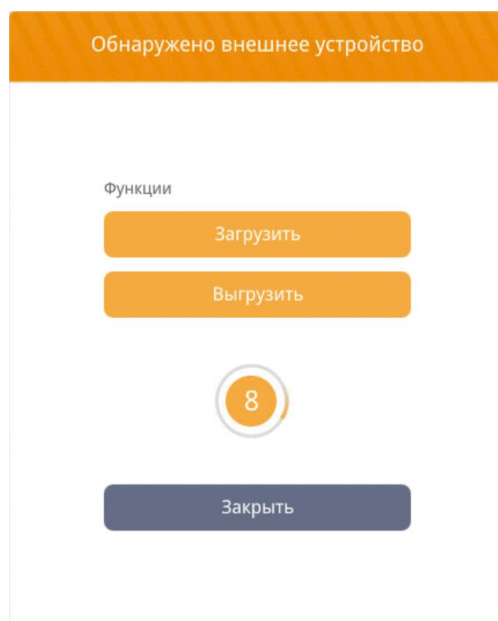

Рисунок 7.1 – Окно «Обнаружено внешнее устройство»
2. На панели оператора в окне «Обнаружено внешнее устройство» (рисунок 7.1) нажать кнопку «Выгрузить».